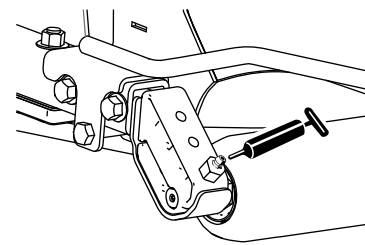

Bild 43
- 2 (pro Mähwerk) hinteres Rollenlager (Bild 43)